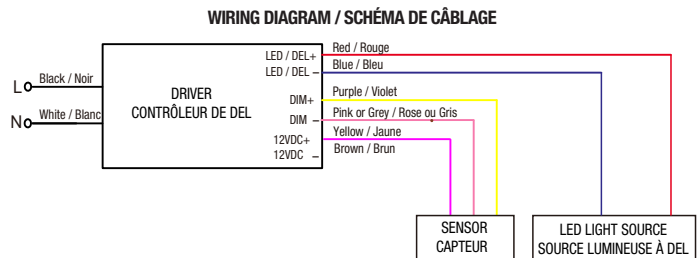

Fig. 4
5. Make the wiring connections as shown in WIRING DIAGRAM, Fig. 4.
5. Effectuer les connexions de câblage comme indiqué dans le SCHÉMA DE CÂBLAGE, Fig. 4.